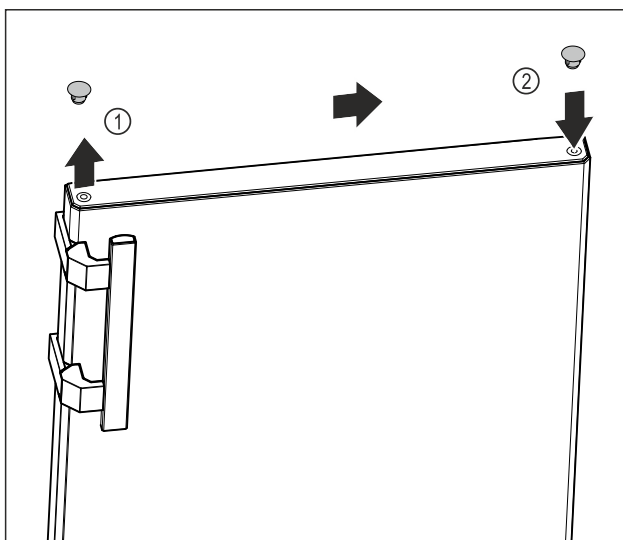

Fig. 13
- ▶ Обережно підніміть заглишки у верхній частині дверцят Fig. 13 (1) за допомогою шліцевої викрутки.
- ▶ Вставте заглишки з протилежного боку. Fig. 13 (2)